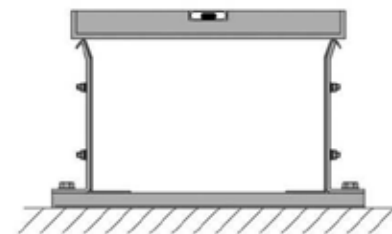

Рис.26
- канал был выравнен (рис. 26);